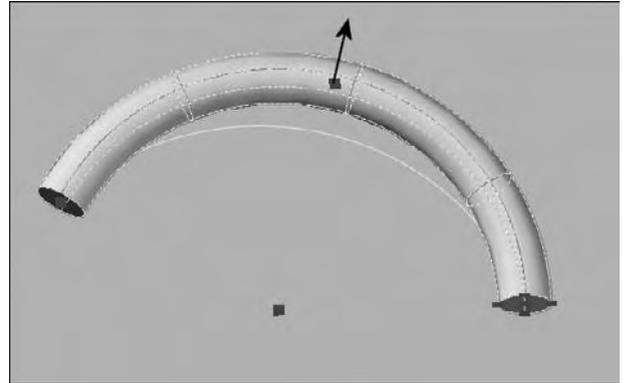

Fig.7.4
- **Solides et surfaces de balayage** : les solides et les surfaces de balayage affichent des poignées sur le profil de balayage ainsi que sur la trajectoire de balayage. Vous pouvez utiliser ces poignées pour modifier le solide ou la surface (fig.7.4). Lorsque vous cliquez sur une poignée et la faites glisser sur le profil, les changements sont contraints en fonction du plan de la courbe du profil.